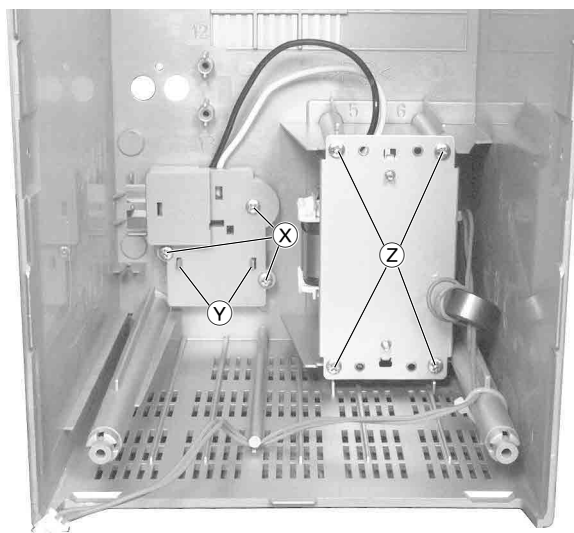

Fig. 11
- 3 Schrauben **(X)** (Fig. 11) herausdrehen.
- 2 Rastnasen **(Y)** (Fig. 11) ausrasten und Abdeckung abnehmen.
- 4 Schrauben **(Z)** (Fig. 11) herausdrehen.
- Undo 3 screws **(X)** (Fig. 11).
- Disengage 2 catches **(Y)** (Fig. 11) and remove the cover.
- Undo 4 screws **(Z)** (Fig. 11).